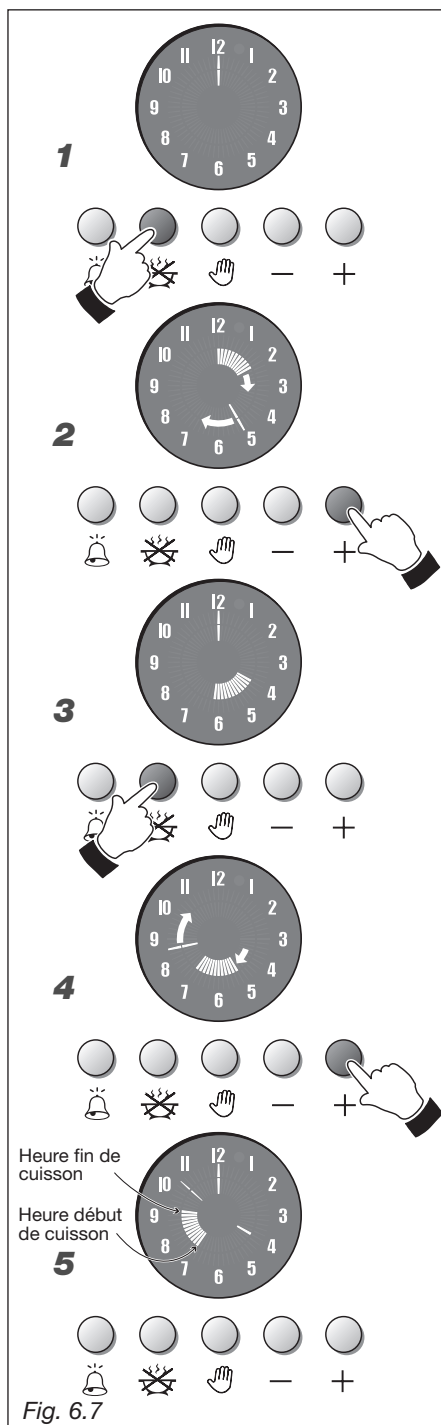

Fig. 6.7
## CUISSON AUTOMATIQUE (fig. 6.7)
1. Fig. 6.7 - Programmer le temps de cuisson en appuyant la touche . Les aiguilles de l'horloge doivent s'éteindre et une aiguille doit s'allumer sur le 12.
2. Fig. 6.7 - Avant que 7 secondes ne s'écoulent, appuyer sur la touche . Une aiguille lumineuse (comme celle des minutes et des secondes) doit s'allumer. Chaque segment d'augmentation indique une minute. En outre toutes les 12 minutes, est allumé un segment interne (5 segments équivalent à une heure). En cas de dépassement de la durée voulue, appuyer sur la touche  pour obtenir le réglage voulu.
3. Fig. 6.7 - Avant que 7 secondes ne s'écoulent, appuyer à nouveau sur la touche ; les segments internes allumés doivent ensuite se positionner sur l'heure actuelle.
4. Fig. 6.7 - Avant que 7 secondes ne s'écoulent, appuyer sur la touche  jusqu'à ce que les segments allumés ne se déplacent sur l'heure à laquelle on souhaite qu'intervienne la cuisson. En cas de dépassement de l'heure voulue, appuyer sur la touche  pour obtenir le réglage voulu.
5. Fig. 6.7 - Au bout de 7 secondes s'affichent à nouveau les aiguilles de l'horloge et les segments allumés indiquent la période de cuisson.